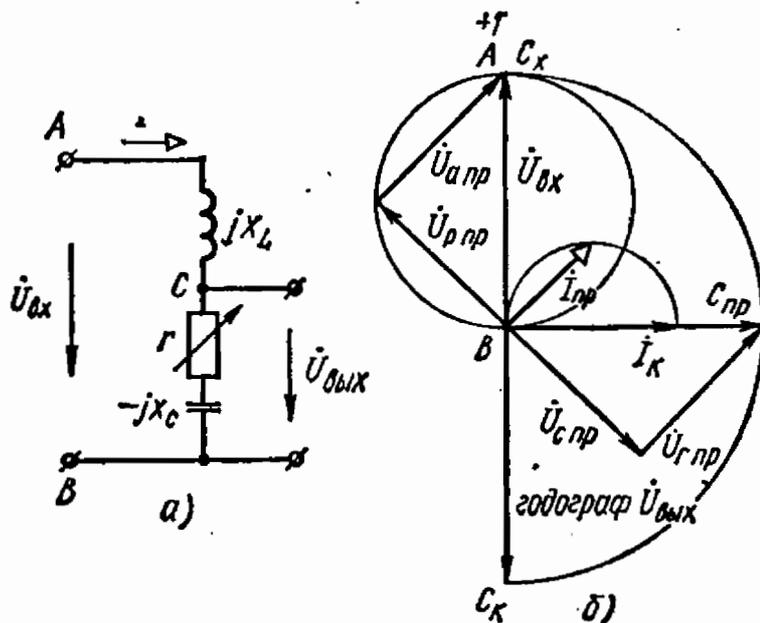

Рис. 3.45
3.45. На рис. 3.45, а приведена схема простейшего фазовращателя напряжения. Построить годограф вектора выходного напряжения $\vec{U}_{вых}$ и определить диапазон регулирования его фазы. Параметры цепи: $x_L = 2x_C$, r изменяется от 0 до ∞ .
Решение. Строим годограф вектора тока I (рис. 3.45, б), причем $I_k = \frac{\dot{U}_{вх}}{j(x_L - x_C)} = \frac{\dot{U}_{вх}}{jx_L/2} = \frac{\dot{U}_{вх}}{jx_C}$.
Режимы: 1) короткого замыкания, $r=0$, $\dot{U}_{вых к} = \dot{U}_{ск} = -jx_C I_k = -\dot{U}_{вх}$, точка C_k (рис. 3.45, б);
2) холостого хода, $r = \infty$, $I=0$, точка C_x совпадает с точкой A (рис. 3.45, б);
Напряжение на конденсаторе $U_{с. пр} = U_{р. пр} = U_{а. пр}$, $\dot{U}_{вых. пр} = \dot{U}_{с. пр} + \dot{U}_{р. пр} = U_{вх} e^{-j\pi/2}$, точка $C_{пр}$ (рис. 3.45, б).